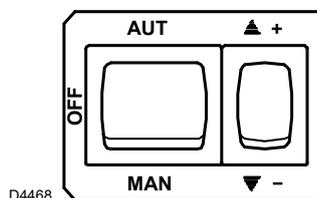

Fig. 20
- 2 Sélectionner le mode de fonctionnement manuel «MAN» (Fig. 20) et effectuer un pré-réglage de la CAME III du servomoteur et de la vis de réglage du POINT 0 comme indiqué dans le Tab. M, puis mettre le brûleur en route.
- 3 Une fois la mise en marche effectuée, amener le servomoteur vers la position de seconde flamme en appuyant sur l'interrupteur «+» (Fig. 20). Durant cette opération contrôler la stabilité de la flamme: si elle est instable, augmenter ou diminuer légèrement le réglage de la vis qui régule le rapport gaz/air jusqu'à la puissance maximale désirée et aux valeurs de CO2 correctes des fumées, puis régler la came I sur la valeur atteinte du servomoteur.
- 4 Amener manuellement le servomoteur vers la position de première flamme en appuyant l'interrupteur «-» (Fig. 20). Vérifier la combustion et utiliser, si nécessaire, la seule vis de réglage du POINT 0 pour obtenir les bonnes valeurs de CO2 dans les fumées.
À la fin, après s'être assuré que le brûleur est correctement allumé et que la flamme est stable, sélectionner le fonctionnement automatique en réglant le sélecteur sur la position «AUT» (Fig. 20): la modulation aura lieu entre la position du réglage de la CAME III et celle de la CAME I.
S'il faut augmenter l'angle de la came, il faut d'abord augmenter l'angle du servomoteur avec la touche «augmenter la puissance» +)(Fig. 20), puis augmenter l'angle de la **CAME III** et enfin rame-
ner le servomoteur sur la position de puissance MIN avec la touche «diminution de la puissance» -)(Fig. 20).